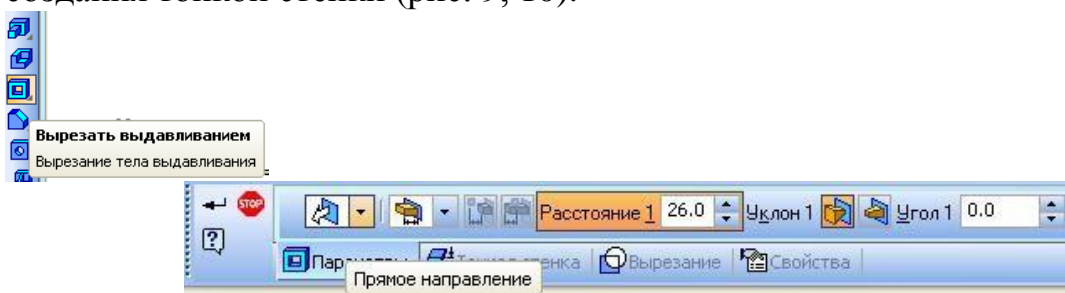

Рис. 9.
12. Закройте эскиз. Нажмите кнопку *Вырезать выдавливанием* на расстоянии **26 мм** в прямом направлении, обратит внимание на отказ от создания тонкой стенки (рис. 9, 10).